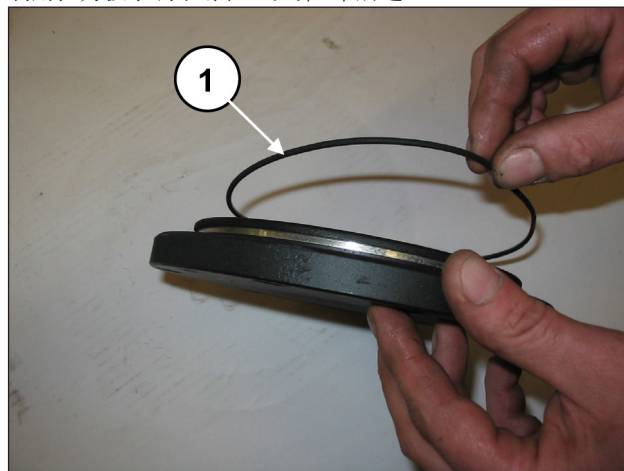
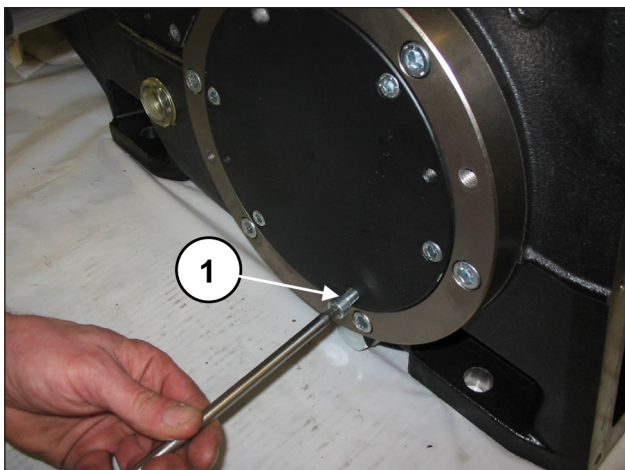

图 89
图 90
用6+6个M8x20螺钉(位置①，图 89)安装两个轴承盖(带O型圈)(位置②，图 90)。